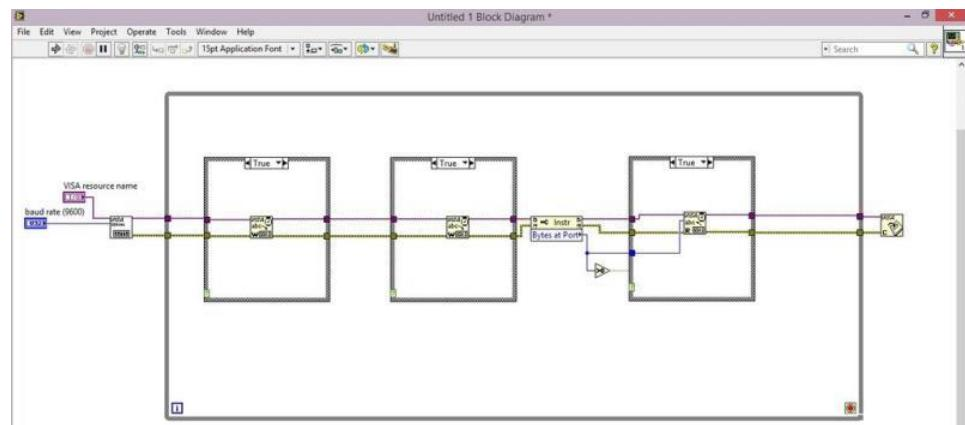

Рис.3 – Построение операторов VISA
3. Иконки с операторами VISA Configure Serial Port и VISA Close выносятся за пределы структуры while loop (рисунок 3).